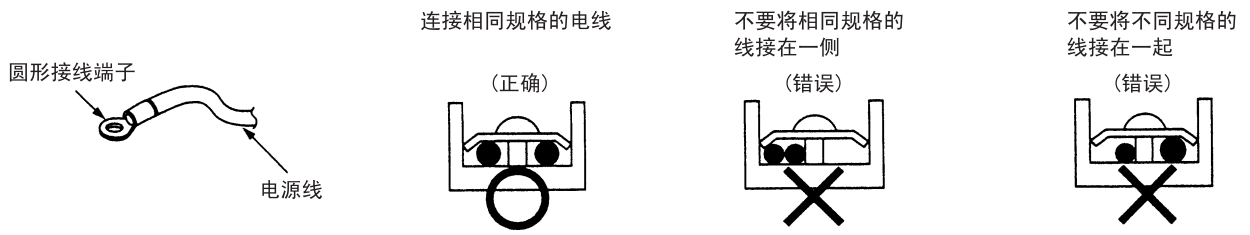

图24
- 当连接的线是相同的规格时，根据图 24 的指示进行连接。